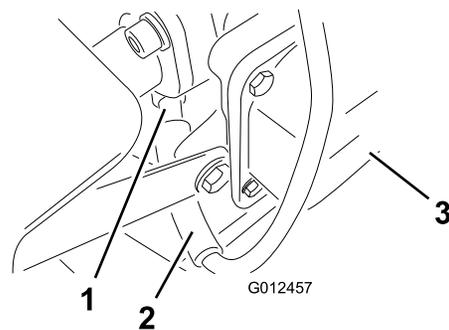

Bild 28
6. Klemmen Sie das Zündkabel von der Zündkerze ab (Bild 28).
8. Entfernen Sie die Zündkerze und die Metallscheibe (Bild 28).
3. Schließen Sie den Zündkerzenstecker an die Zündkerze an (Bild 28).